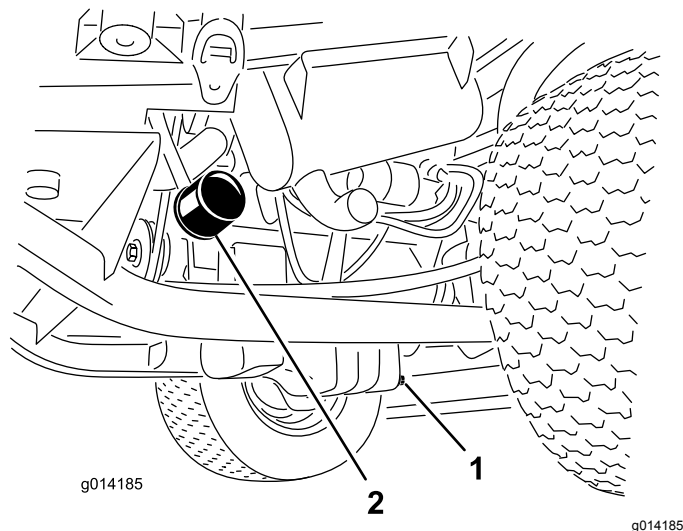

Figure 33
1. Retirez le bouchon de vidange (Figure 33) et laissez couler l'huile dans un bac de vidange.
3. Déposez le filtre à huile (Figure 33).